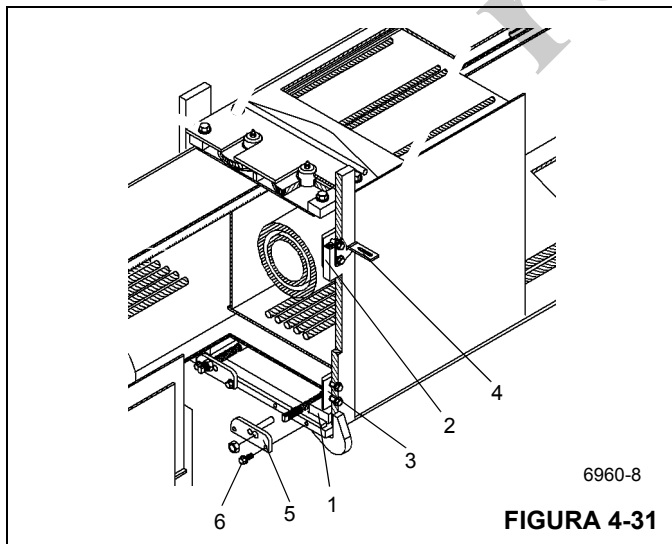

FIGURA 4-31
- Levante la parte delantera del conjunto e instale las almohadillas de desgaste delanteras inferiores (1) en las cavidades de la sección central interior (Figura 4-31).
- Instale las almohadillas de desgaste laterales superiores (2) e inferiores (3) en la sección central interior usando dos tornillos en cada una. En el lado superior
izquierdo, fije la escuadra de montaje (4) con el tornillo de la almohadilla de desgaste inferior (Figura 4-31). Coloque los suplementos según lo indicado en la nota.
- Fije las placas de anclaje de cables de retracción de la sección de extremo (5) a la parte delantera de la sección central interior con dos pernos en cada una (6) (Figura 4-31).